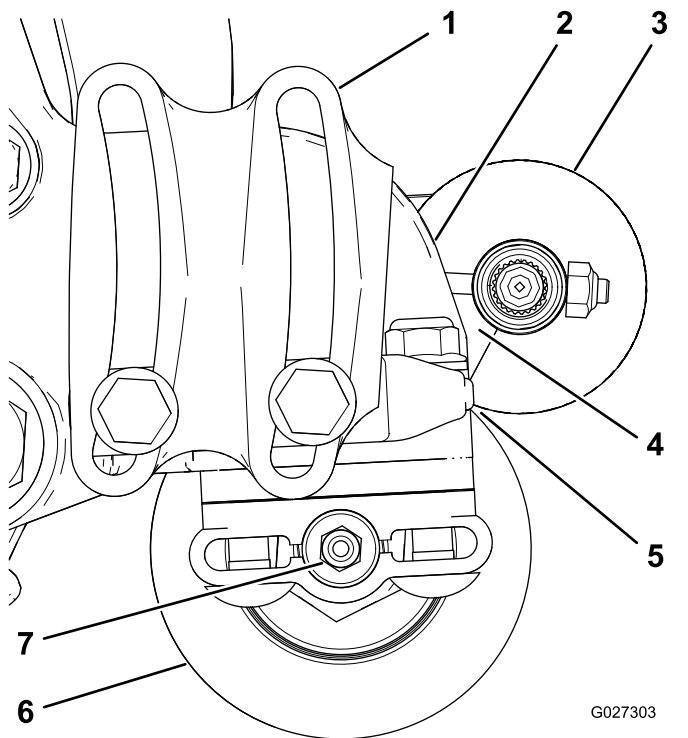

Bild 11
2. Positionieren Sie die Rollenbürste so, dass sie die Heckrolle berührt oder aufliegt (Bild 11).